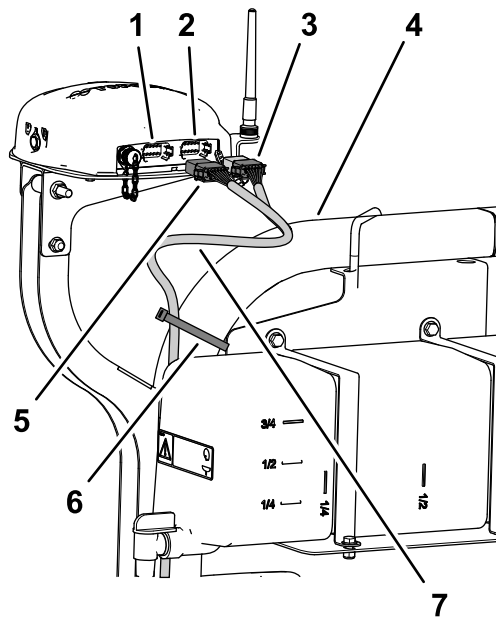

图197
2. 沿着右 ROPS 管布置 390cm 数据线束支管让灰色 12 插槽接头和黑色 12 插槽接头向上对着导航接收器图197。
- 如图197所示用 2 条扎带将 390cm 数据线束支管固定到右 ROPS 管上。